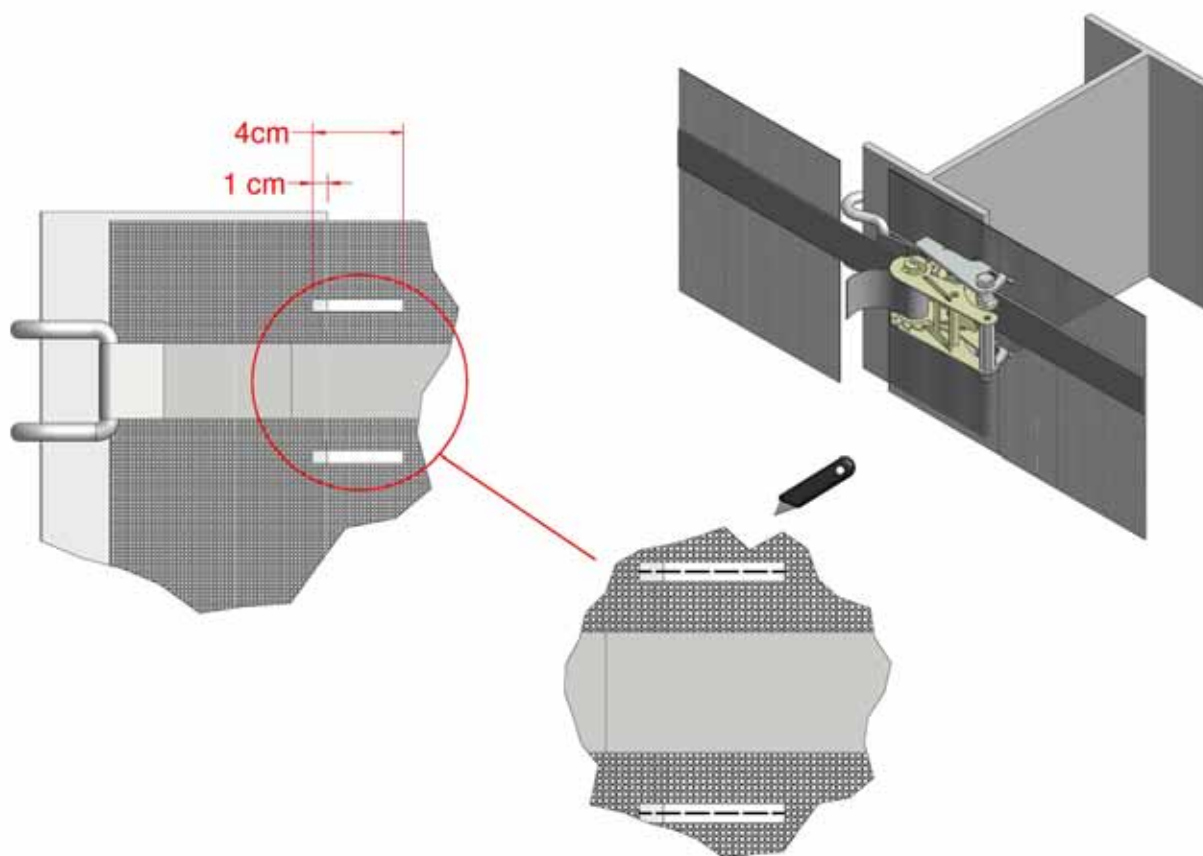

Abbildung 8, Montage der Netzsegmente in Reihe
9. Wenn die Netzsegmente in Reihe montiert werden, verwenden sie einen gemeinsamen Träger. Die Ratsche eines Netzsegments kann oberhalb oder unterhalb des Hakens des anderen Netzsegments angebracht werden, sodass ein Versatz entsteht. Die Segmente können alternativ auch „in einer Linie“ montiert werden – siehe Abbildung 8.